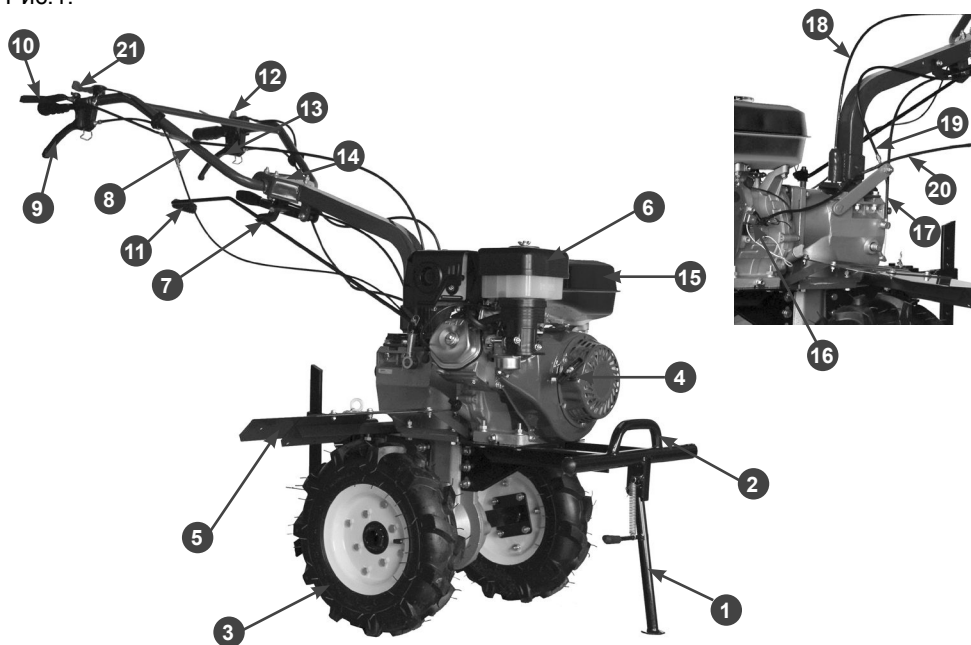

Рис.1 Расположение основных узлов и органов управления
Расположение основных узлов и органов управления мотоблока представлено на Рис.1.
7. Установите стояночную опору мотоблока (1) Рис.1.
1. Возьмитесь за рычаг сцепления 13 (Рис.1) нажмите и отпустите его 2-3 раза, чтобы включить сцепление. Если включить сцепление не получается, проверьте регулировку свободного хода рычага.
1. Нажмите на рычаг реверса 9 (Рис.1) и отпустите его 2-3 раза, чтобы включить передачу. Если включить передачу не получается, измените положение рычага, пока передача не включится,